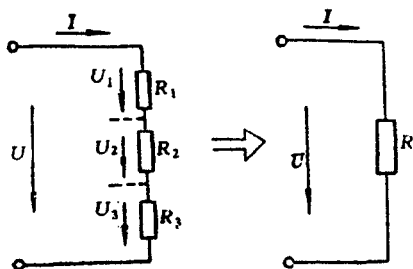

图3 电阻的串联电路
1. 电路的串联 两个以上负荷，按第一个负荷的首端接电源，末端接第二个负荷的首端，第二个负荷的末端再接第三个负荷的首端……依此类推。通俗的说法，就是把两个以上负荷顺次连接起来，然后把它们接到电源上，叫做电路的串联，如图 3 所示。